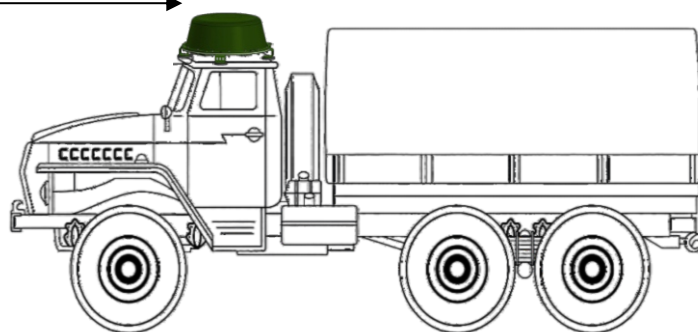

рисунок 2
-магнитные пластины и металлические кронштейны с болтами используются для установки на крышах автомобилей (рисунок 1, рисунок 2);